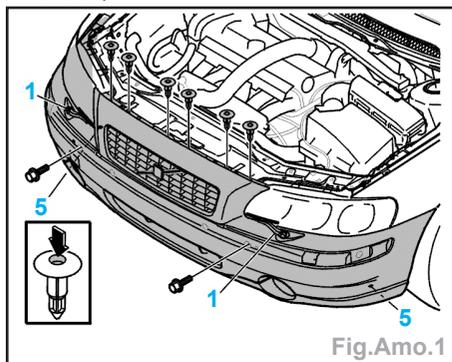

Fig.Amo.1
- Déposer (fig.Amo.1) :
- les bras d'essuie-glace (1),
- les 2 clips (5) sur le dessin du pare-chocs,